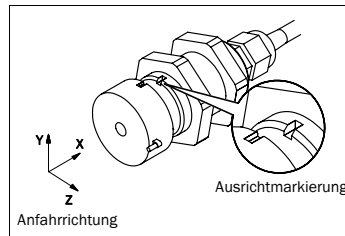

Abb. 6: Ausrichtung Lesekopf und Betätiger
- Beachten Sie die möglichen Betriebspositionen in Abb. 6.
- die aktiven Flächen von Sensor und Betätiger sich bei geschlossener Schutzeinrichtung deckungsgleich gegenüberliegen (Abb. 6),